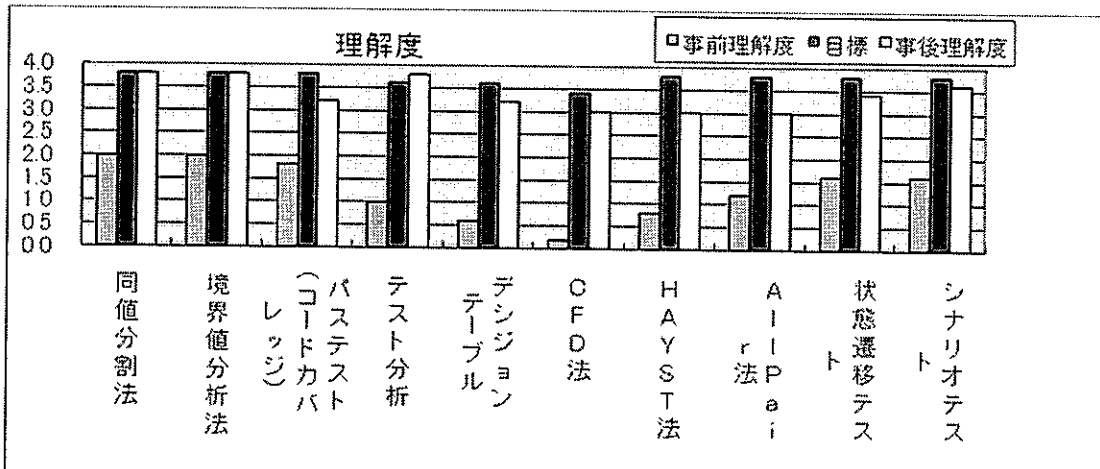
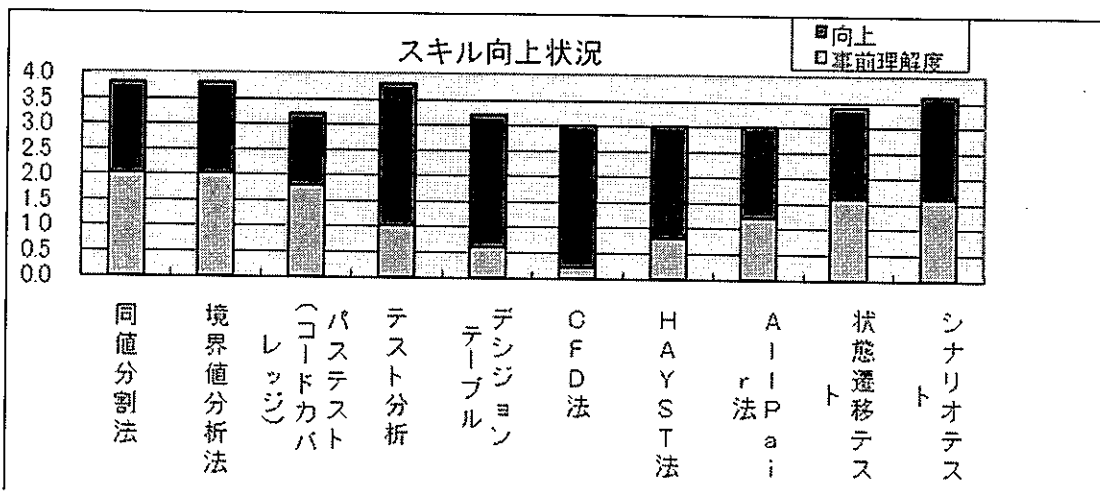
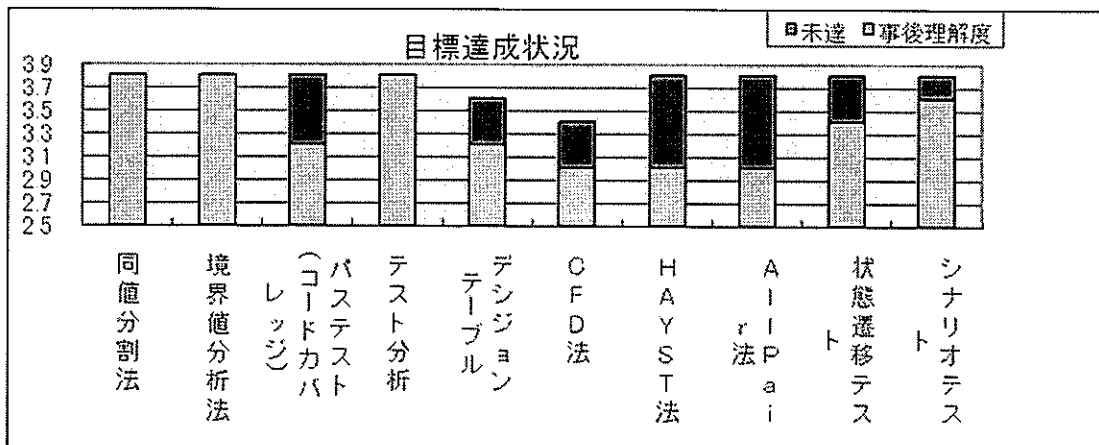

図1. 事前-目標-事後理解度平均
図3. 理解度の向上度合い平均
図4. 目標と達成度 (平均)
結果は図1. ～図3. に、また参加者の理解度の平均と幅を図4. に示す。図から次のように評価できる。
- 1) 全体として理解度は大きく進展しており、講義・演習の効果が表れている（図1）。
- 2) 平均理解度は1.4～2.8ポイント向上した。また目標未達成度は-0.2（目標を超えた）～0.8である。目標はほぼ達成しえたといつてよいと思われる（図3. 図4）。